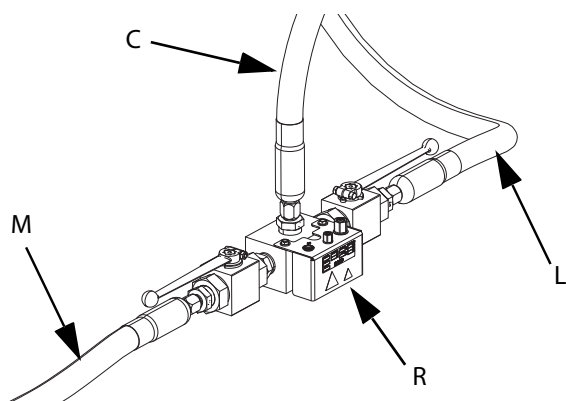

Рис. 19
- c. Подключите тандемный шланг 1 (L) и тандемный шланг 2 (M) от системы подачи к тандемному блоку (R). См. Рис. 19.
- d. Подключите шланг подачи 1 (C) к тандемному блоку (R). См. Рис. 19.